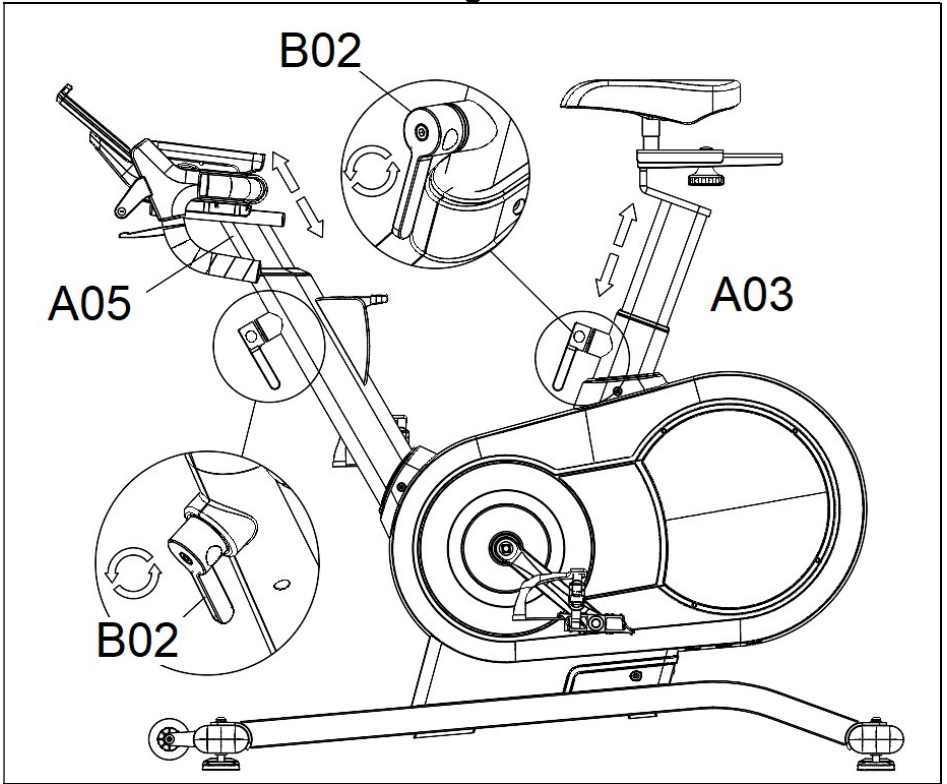

Fig.5B
Afloje un poco el pomo (A04) en sentido contrario a las agujas del reloj. Posicione el manillar (E) a la distancia cómoda de realizar el ejercicio y vuelva a apretar el pomo (A04) fuertemente en el sentido de las agujas del reloj, Fig.5B.